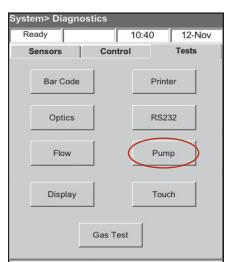

Abb. 4: System> Diagnose> Tests> Pumpe
- Klicken Sie auf Pump (Abb. 4) um den Pumpenmotor zu überprüfen. Die Pumpe muss sanft und ohne übermäßige Geräuschentwicklung laufen. Dieser Diagnosetest läuft automatisch durch alle im Normalbetrieb genutzten Geschwindigkeiten (50-800 U/min) und kehrt dann zum Diagnose> Tests Bildschirm zurück.